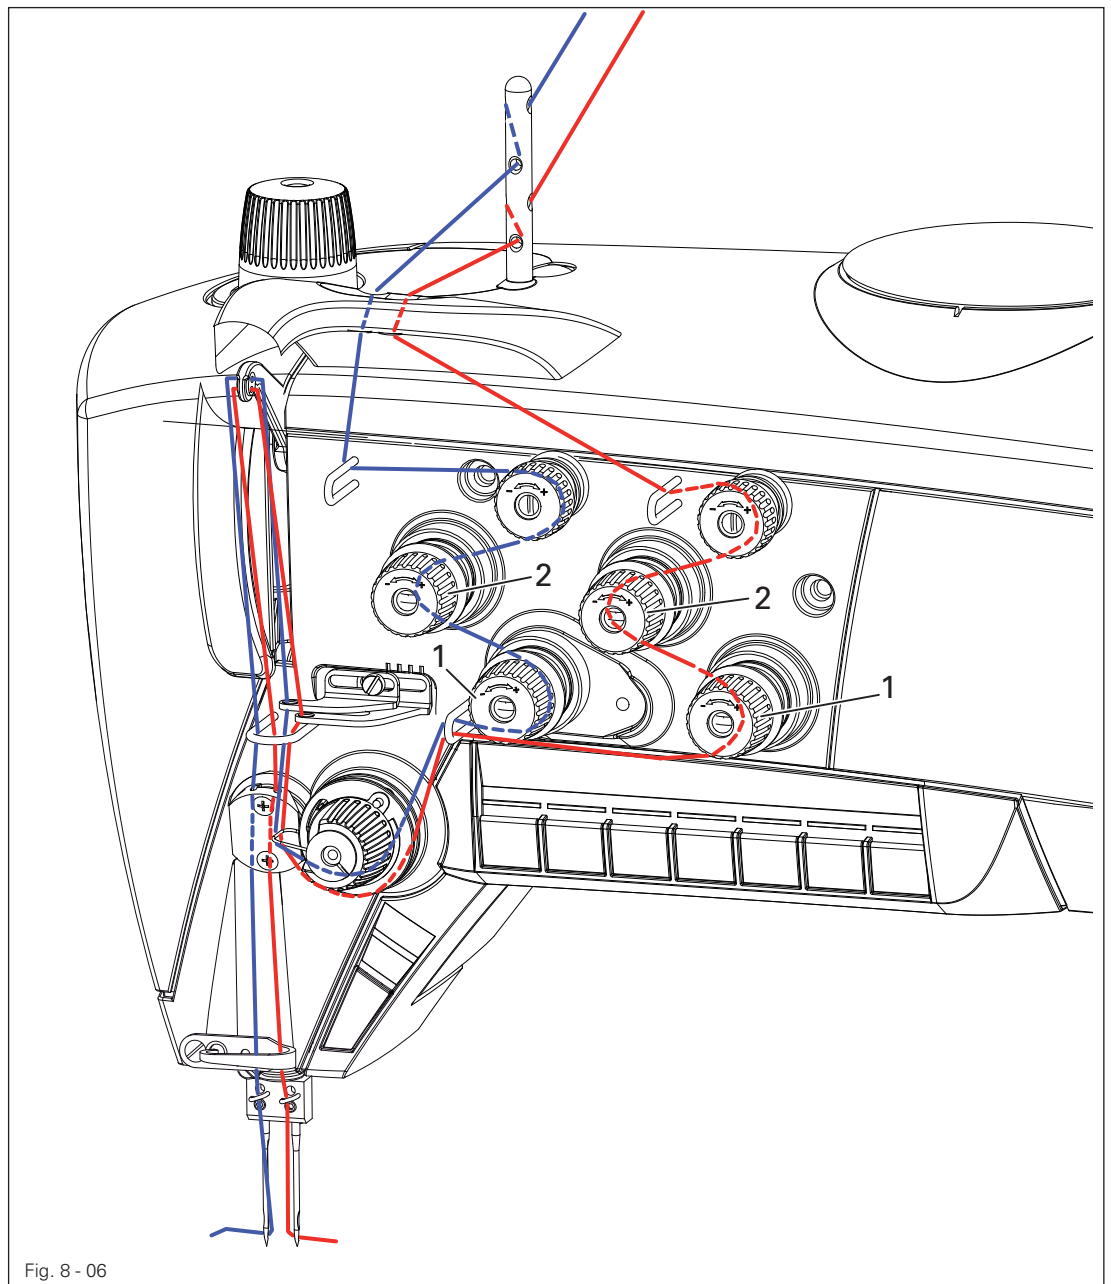

Fig. 8 - 06
- Enhebre el hilo superior conforme a la Fig. 8 - 06